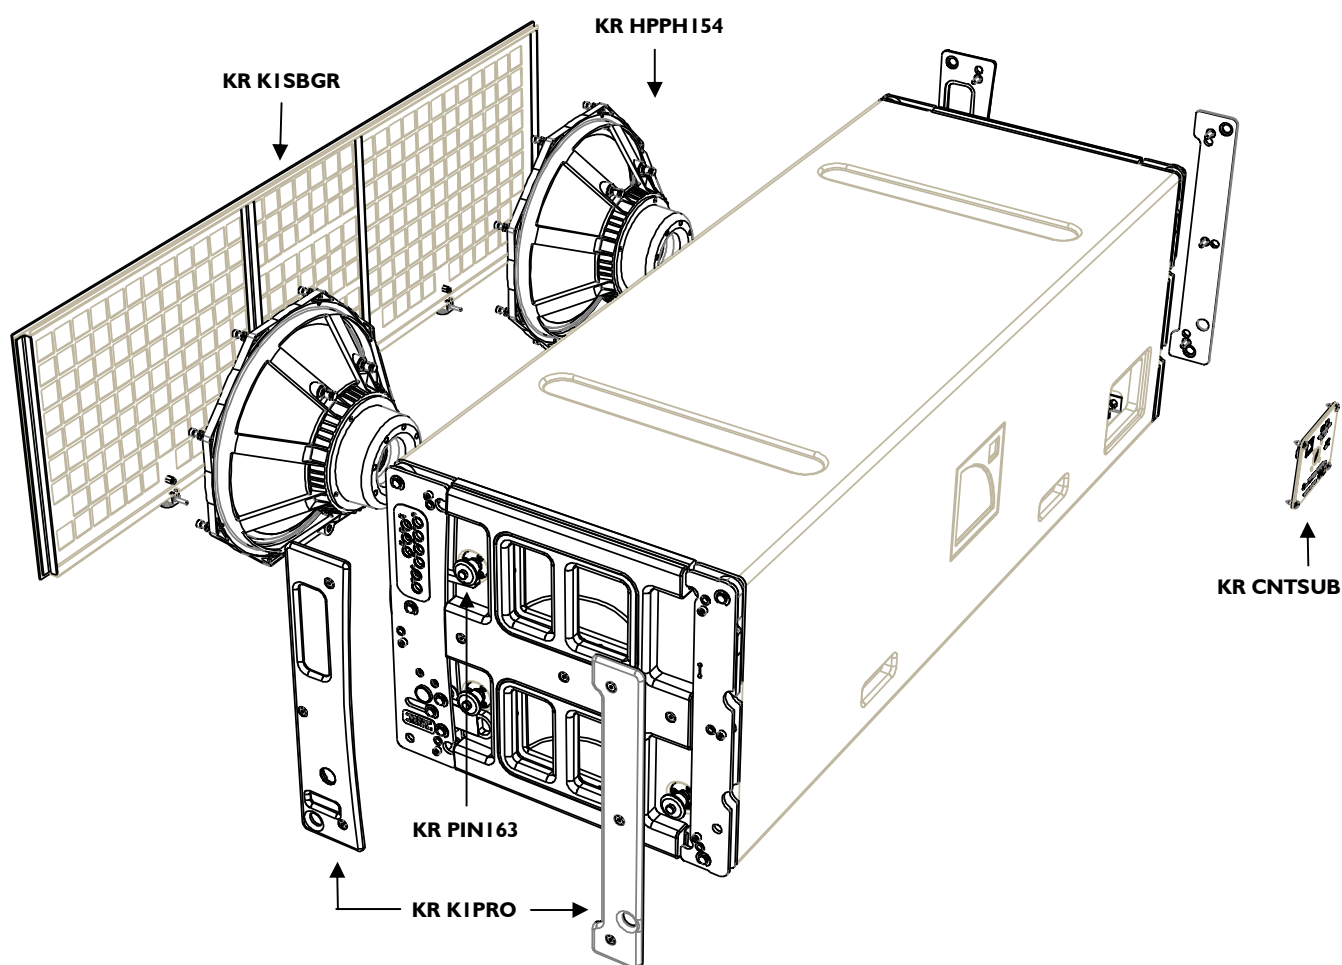

Figure 10 : Vue éclatée du KI-SB
Les kits de remplacement (KR) disponibles pour l'utilisateur sont représentés en Figure 10 et listés dans le Tableau 4 avec référence aux procédures de maintenance correspondantes. Le Tableau 5 est la liste des outils et du matériel recommandés pour la réparation du KI-SB (non fournis).